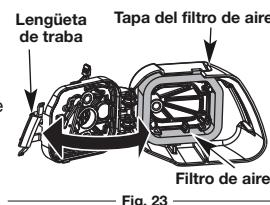

Fig. 23
1. Abra la tapa del filtro de aire. Presione la lengüeta de traba hacia adentro y gire la tapa del filtro de aire hacia la derecha (Fig. 23).
2. Saque el filtro de aire del interior de la tapa (Fig. 23).
6. Vuelva a poner el filtro dentro de la tapa del filtro de aire (Fig. 23).
7. Cierre la tapa del filtro de aire. Gire la tapa del filtro de aire hacia la izquierda y presiónela hasta que la lengüeta de traba encaje en su lugar (Fig. 23).